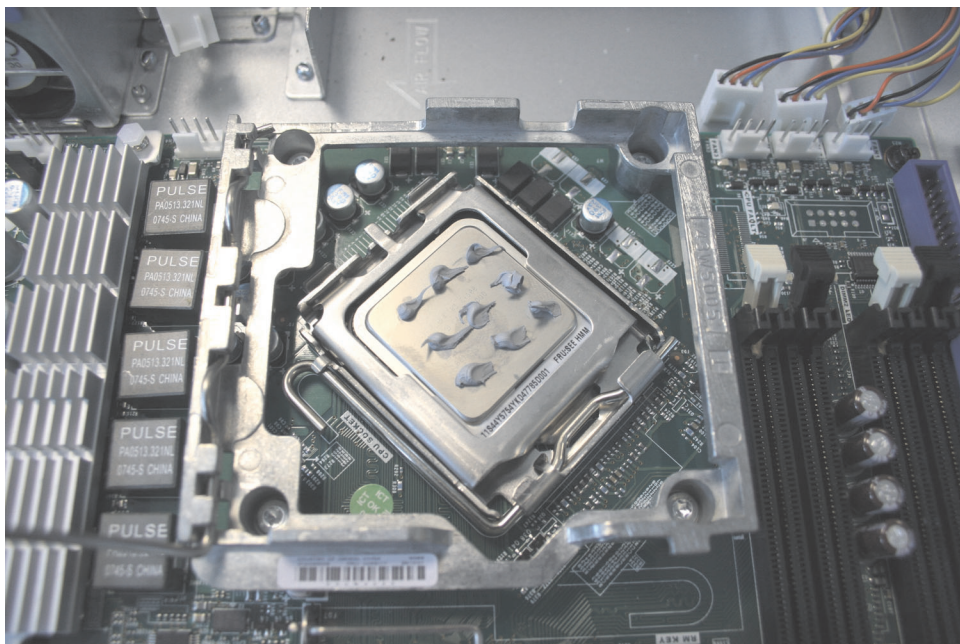

図 257. SAN ボリューム・コントローラー 2145-8A4 マイクロプロセッサ上の 9 個の熱伝導グリース・ドットの全セット
- d. 312 ページの図 257 に示すように、マイクロプロセッサの上部に熱伝導グリースを塗布します。熱伝導グリースの 9 個のドットを 3 個のドットずつ 3 行に塗布し、外側の行はマイクロプロセッサの端から約 5 mm の位置になるようにします。熱伝導グリース注入器のキャップの直径が 5 mm なので、これを利用して熱伝導グリースのドットの必要位置を判断できます。